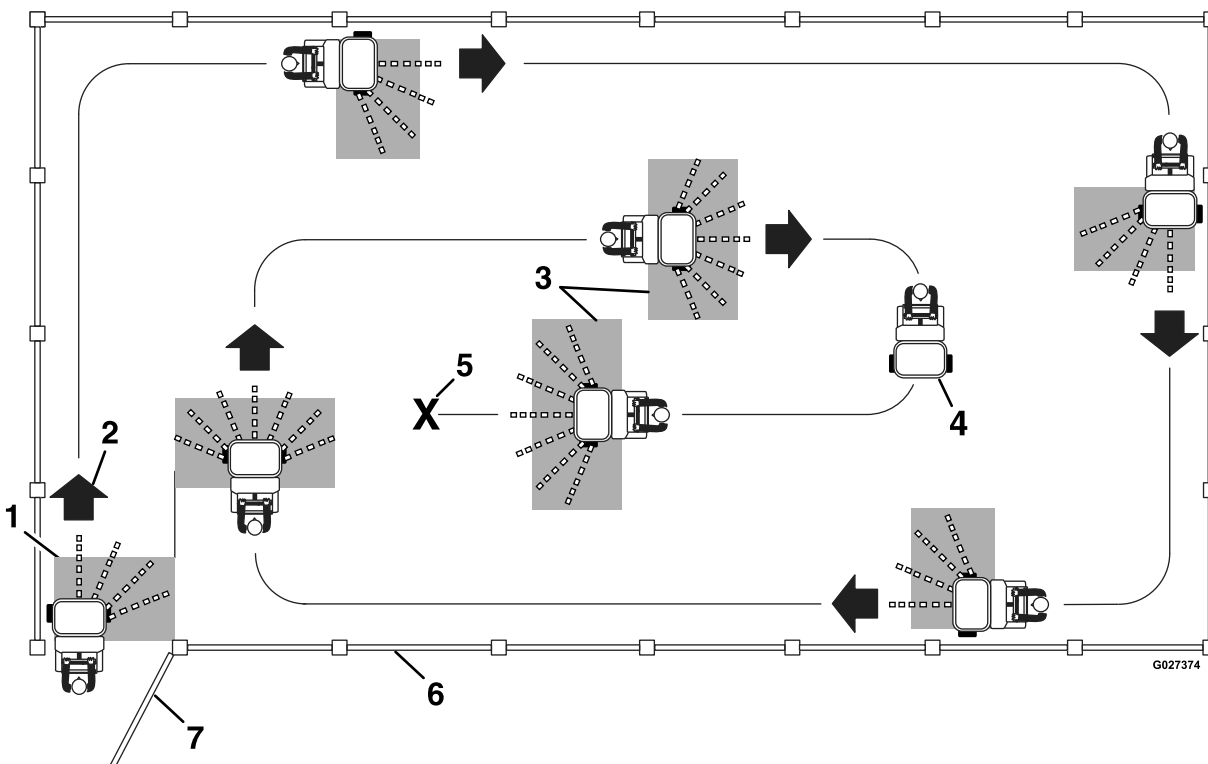

図 41
- 均等な撒布になるように図 41 に示すようにオーバーラップさせながら撒いてください。